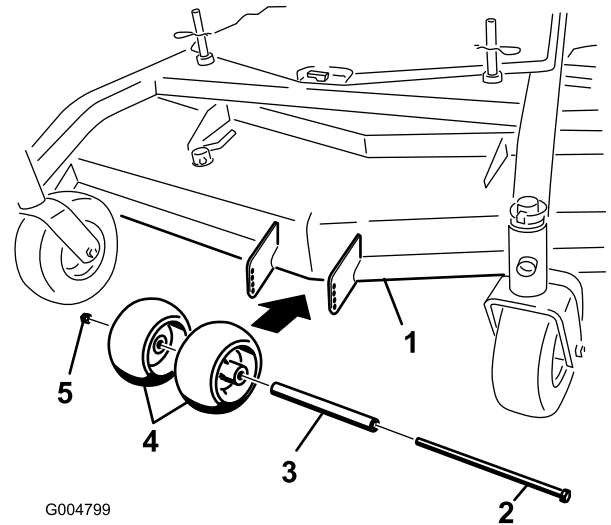
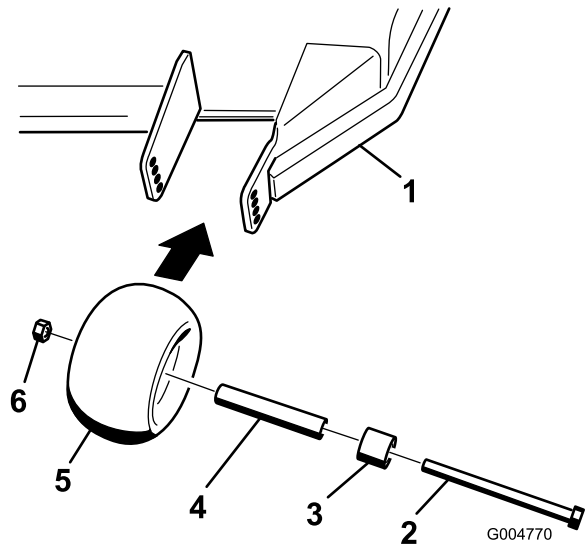
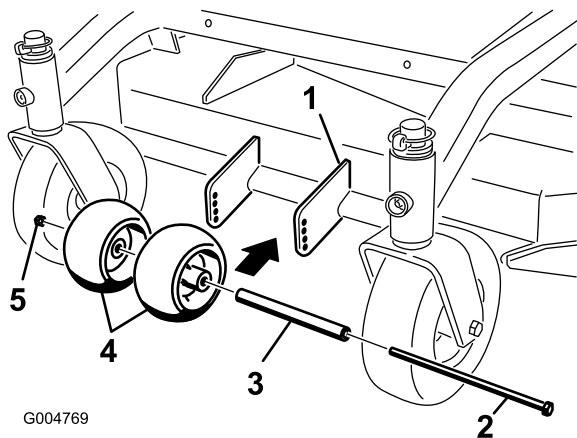

Figura 15
Figura 16
Figura 17
- Después de ajustar la altura de corte, revise los rodillos para asegurarse de que haya una separación mínima del suelo de 10 mm (3/8 pulg.) (Figura 15, Figura 16, Figura 17).
- Si es necesario realizar ajustes, retire el perno, las arandelas y la tuerca (Figura 15, Figura 16, Figura 17).
- Selecione un taladro para que los rodillos tengan una separación mínima del suelo de 10 mm (3/8 pulg.) (Figura 15, Figura 16, Figura 17).
- Instale el perno y la tuerca (Figura 15, Figura 16, Figura 17).